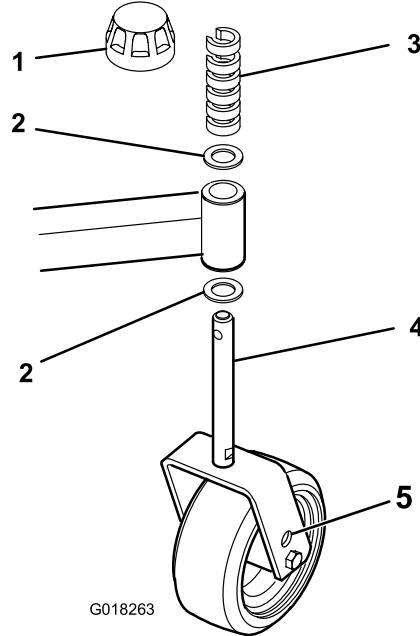

图 18
6. 调节前后脚轮臂上的薄垫片可获得所需的滚刀组间距 图 18。